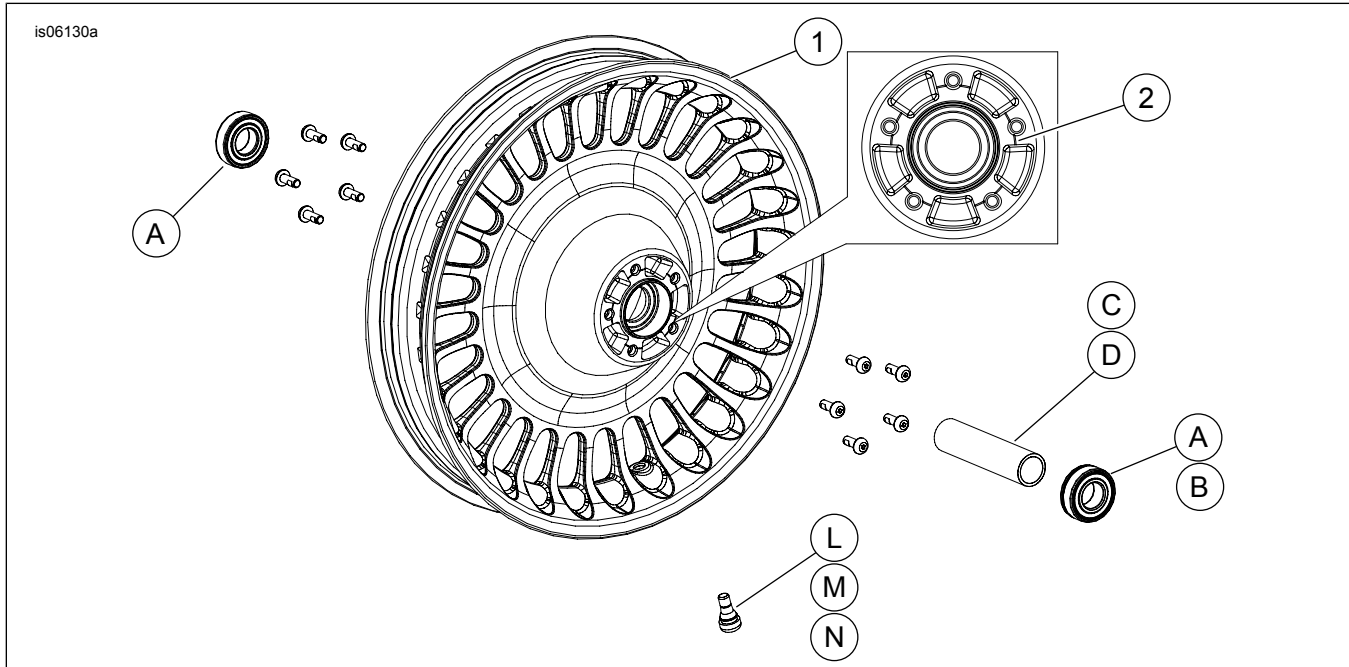

Figura 1. Parti di ricambio: Ruota anteriore a 28 raggi (in figura ruota da 17 pollici)
Vedere Figura 1 e Tabelle delle parti di ricambio.
2. Vedere Figura 1. Installare il gruppo dello stelo della valvola (N) sulla ruota. Vedere il manuale di manutenzione.